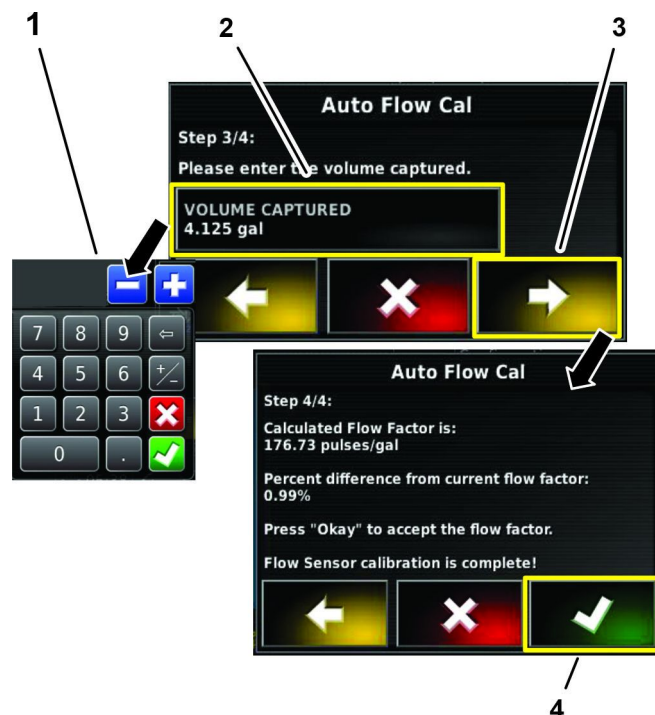
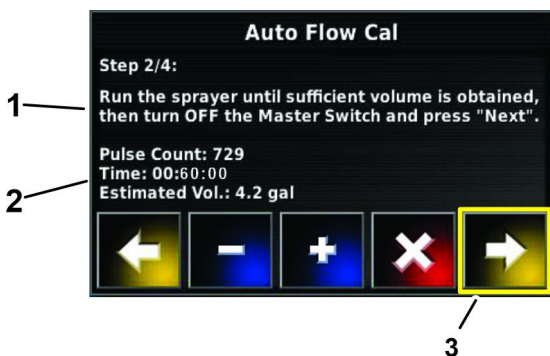

Рисунок 85
Рисунок 84
12. Введите рассчитанный объем жидкости с помощью клавиатуры (Рисунок 84 и Рисунок 85).
13. Подтвердите коэффициент калибровки расхода (Рисунок 85).